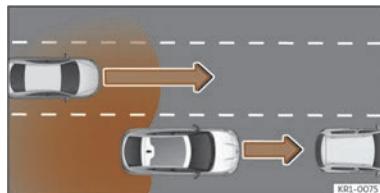

Fig. 124 Adelantamiento con tráfico en la parte trasera.
- Cuando se es adelantado por otro vehículo >>> **fig. 124**.